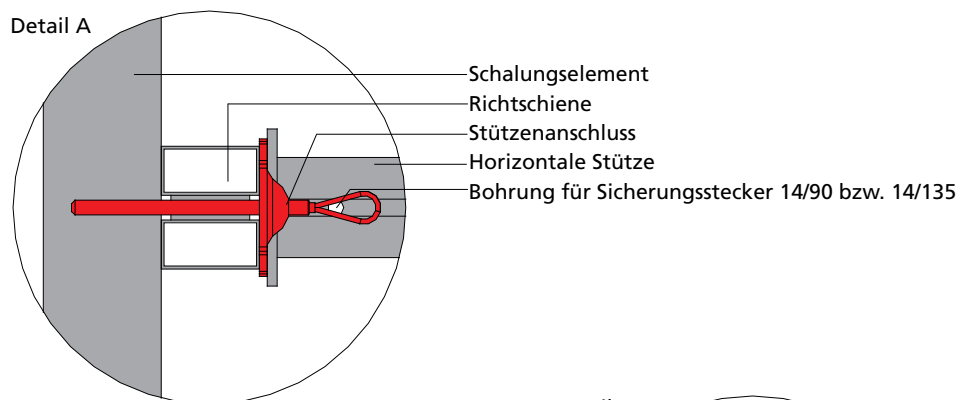

Abb. 16.3
■ Der Stützenanschluss wird durch eine Richtschiene in die eingeschweißte Mutter der Funktionsstrebe im Wandschalungselement eingedreht (Abb. 16.3).